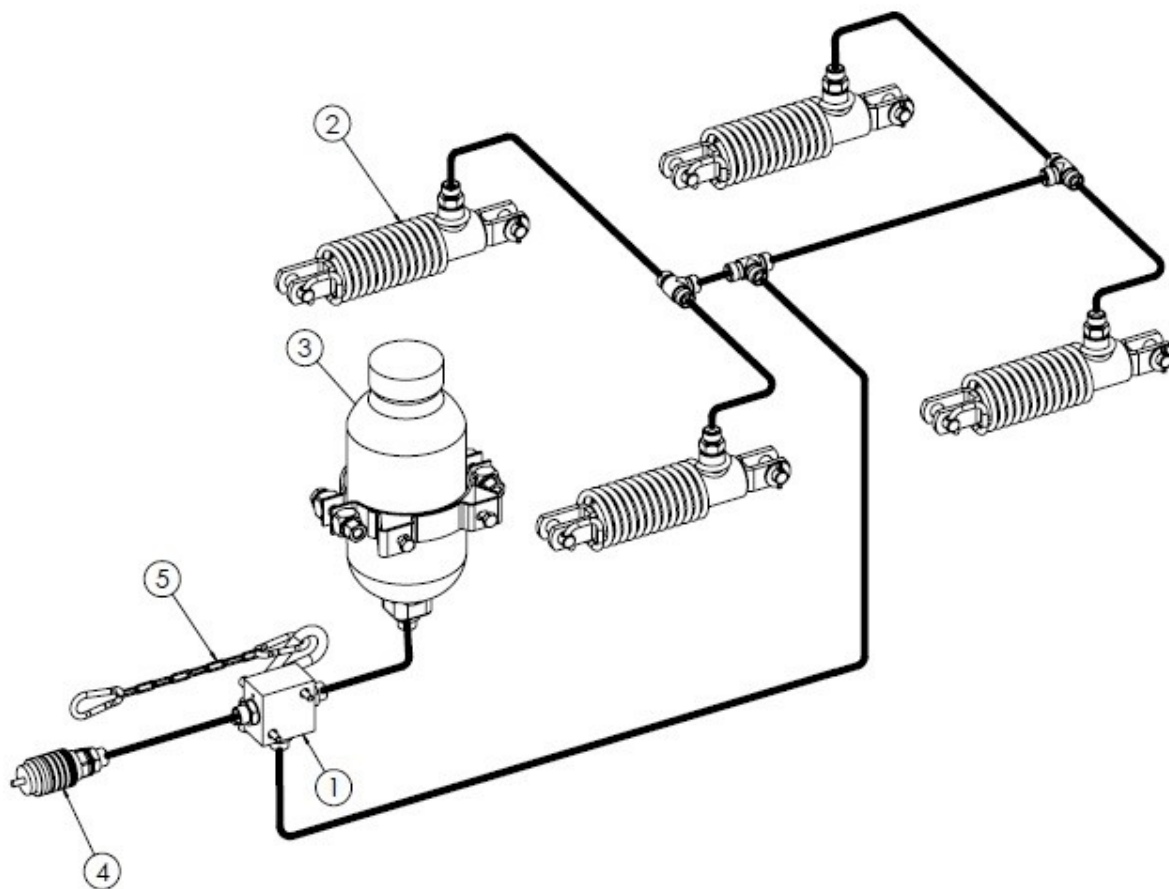

Рисунок 12-й 1-Проводная гидравлическая тормозная система
- гидравлическая однопроводная тормозная система (рисунок 12),
При желании навозоразбрасыватель может быть оснащен гидравлической 1-проводной тормозной системой (рис. 12).